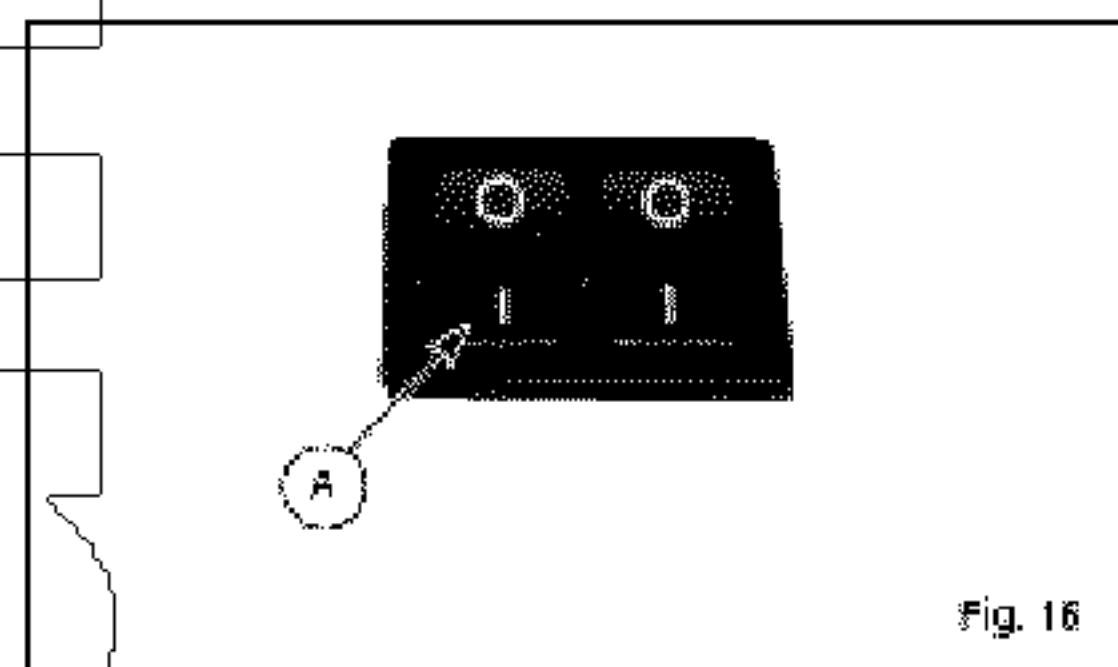

Рис.16
- Подсоедините машину к электрическому питанию и поставьте выключатель "A" в положение "I". (см. рис. 16)